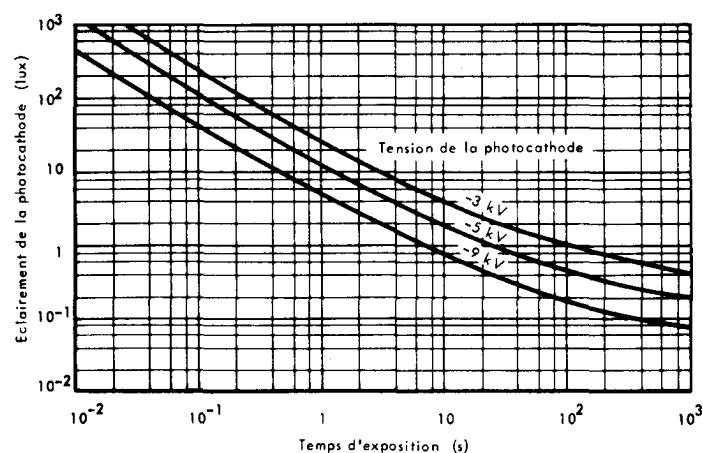

Fig 1 - Eclairements limites .
- 4 - Le tube ne doit pas être soumis à des niveaux lumineux supérieurs à ceux définis par les courbes de la figure 1*.